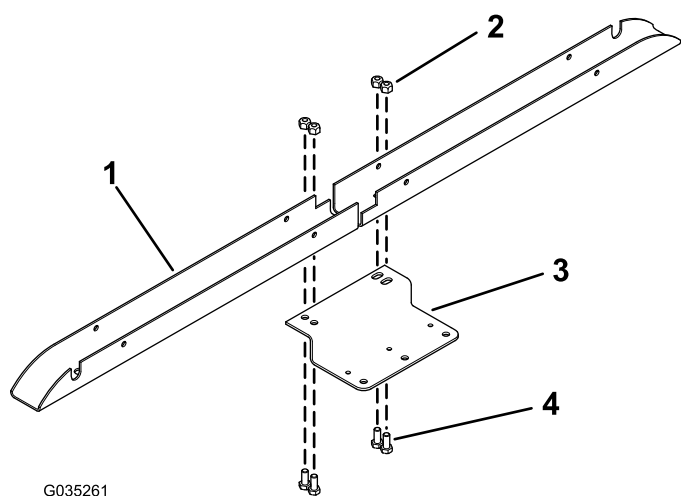

Рисунок 3
1. Установите кронштейн рабочего освещения на два швеллера для жгута проводки освещения с помощью 4 болтов с шестигранными головками (5/16 x 3/4 дюйма) и 4 контргаек (5/16 дюйма), как показано на Рисунок 3.